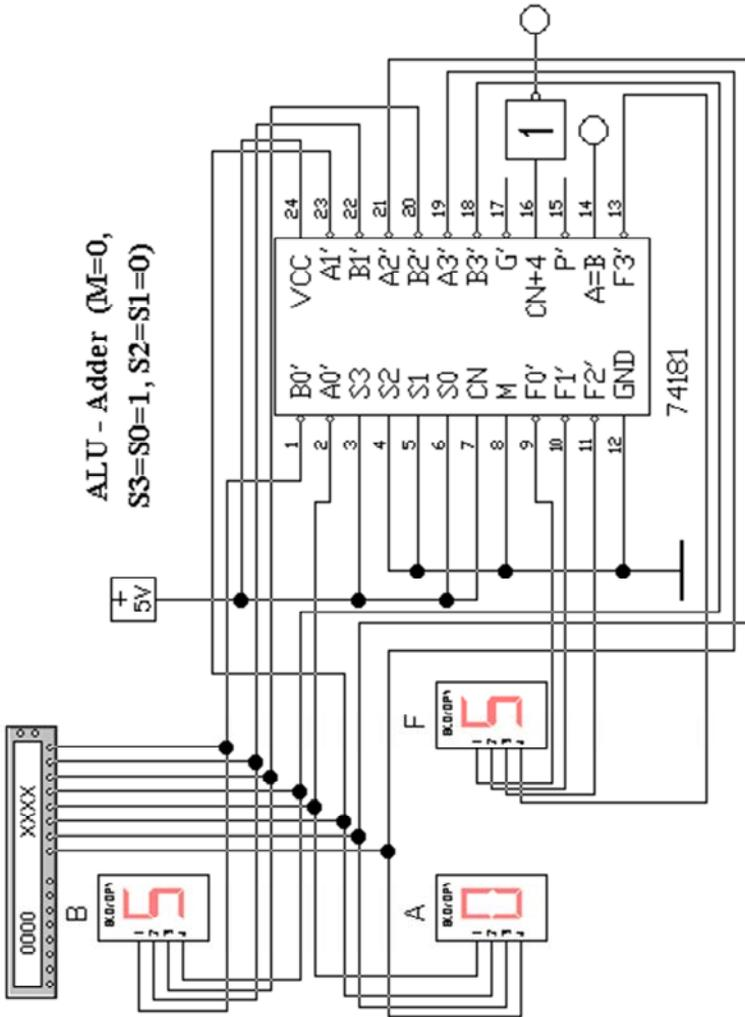
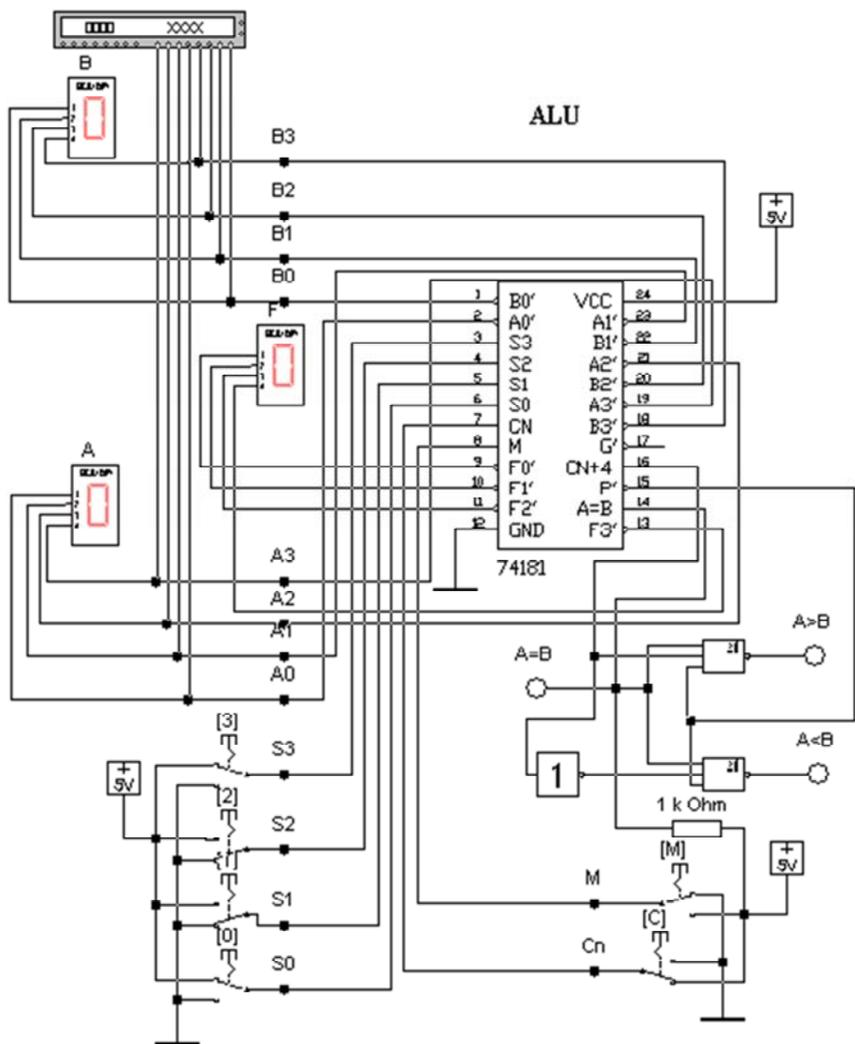

Рис. 13.17. АЛУ в режиме сумматора (файл **alu_sum.ewb**)
Рис. 13.18. Исследование АЛУ (файл **alu1.ewb**)
6. Исследовать арифметико-логическое устройство (АЛУ). Изучить АЛУ в режиме сумматора (файл **alu_sum.ewb**, рис. 13.17). Исследовать другие операции АЛУ, задав коды входов управления (файл **alu1.ewb**, рис. 13.18). Проверить выполнение таблиц истинности, приведенных в окне *Description*.